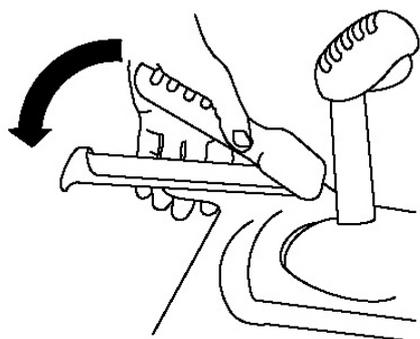

Рисунок 19.
3. Лево́й рукой прижмите рычаг хода к рукоятке (Рис. 19).
6. Лево́й рукой прижмите рычаг хода к рукоятке (Рис. 19).